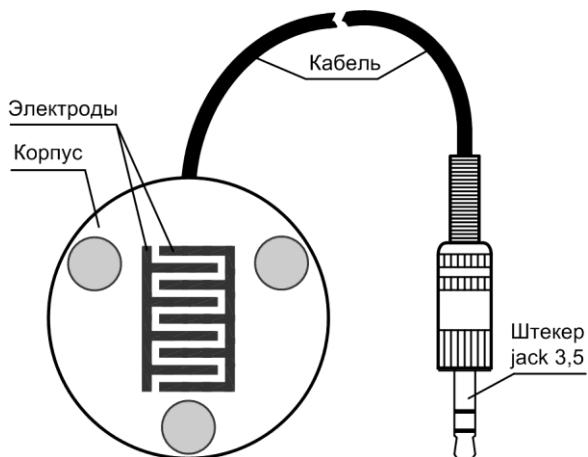

Рис.17 Датчик протечки воды извещателя Аква-Р2
- непосредственный контроль наличия/отсутствия воды осуществляется при помощи датчика протечки воды подключаемого к Аква-Р2 (см. рис.17);
Конструктивно датчик протечки воды (далее – датчик) представляет собой корпус с расположенным на нём металлическими электродами. К корпусу подключён кабель длиной 6 м со штекером jack 3,5 мм (рис.17).